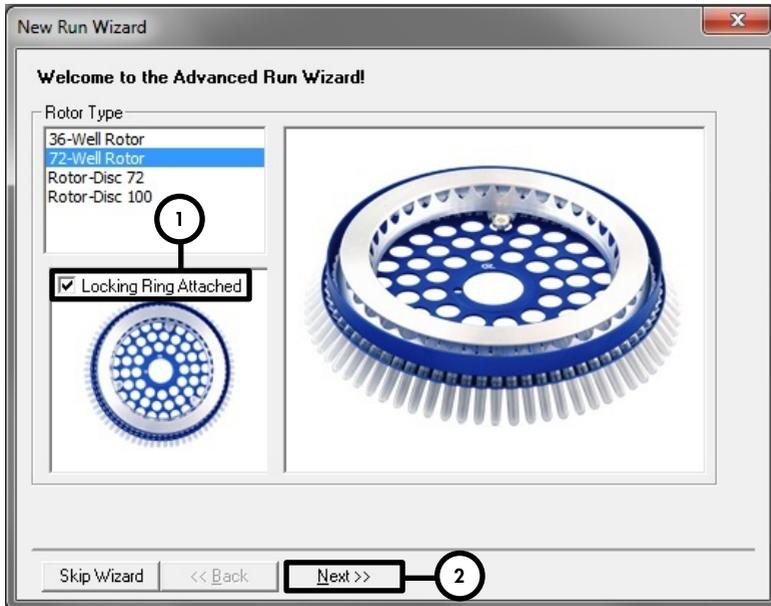

Figure 2. Boîte de dialogue New Run Wizard (Assistant Nouveau cycle).
7. Dans la boîte de dialogue **New Run Wizard** (Assistant Nouveau cycle) suivante (figure 2), cochez la case **Locking Ring Attached** (Anneau de blocage fixé) et cliquez sur **Next** (Suivant).